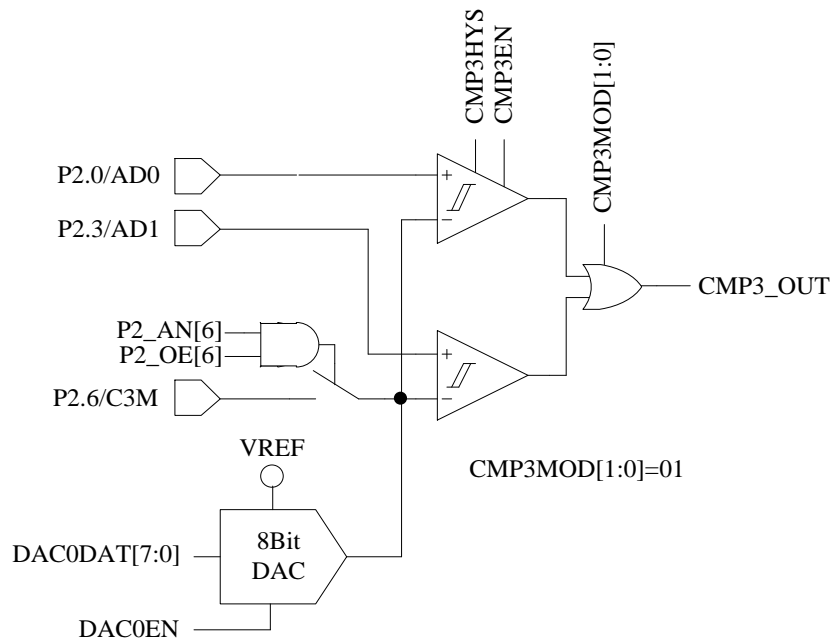

图 30-3 双比较器输入模式
- 配置 CMP\_CR1[CMP3MOD] = 01，CMP3 为双比较器输入模式，具体输入输出端口及接法如图 30-3 所示